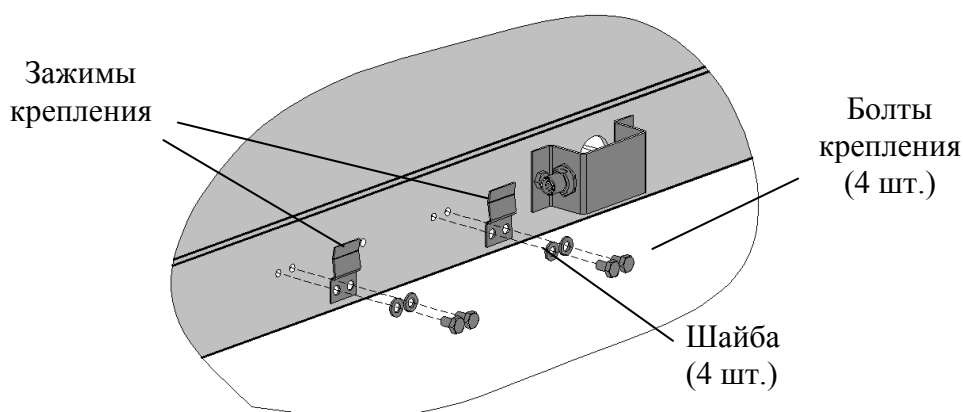

Рис. 4.2 - Монтаж зажимов крепления
4.1.3.1 Перед установкой на модуль взвешивающий приемопередатчика, необходимо произвести монтаж зажимов крепления, как показано на Рис. 4.2.